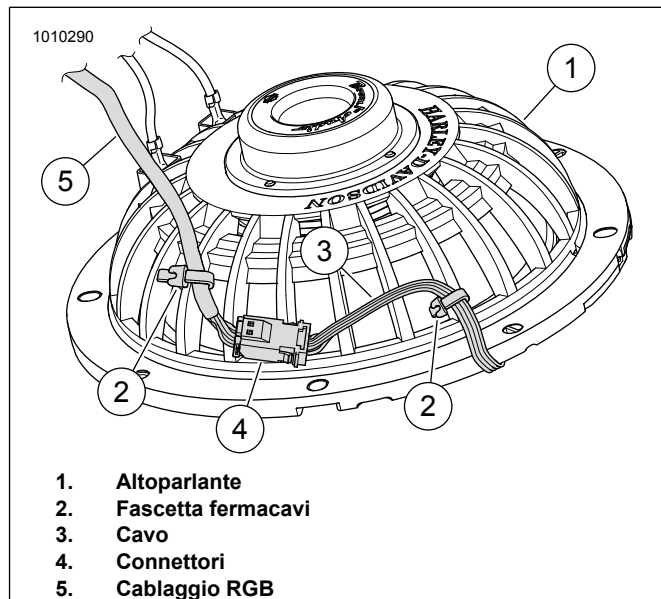

Figura 17. Retro dell'altoparlante, cavo e fascetta fermacavi
- a. Vedere la figura 17. Unire i connettori (4) dal dispositivo di illuminazione al cablaggio RGB.
- b. Disporre il filo del dispositivo di illuminazione (3) lungo la parte posteriore dell'altoparlante (1) come mostrato. Per stabilizzare i connettori (4), fissare il cavo del dispositivo di illuminazione (3) e il cavo RGB (5) con fascette fermacavi (2) come mostrato.